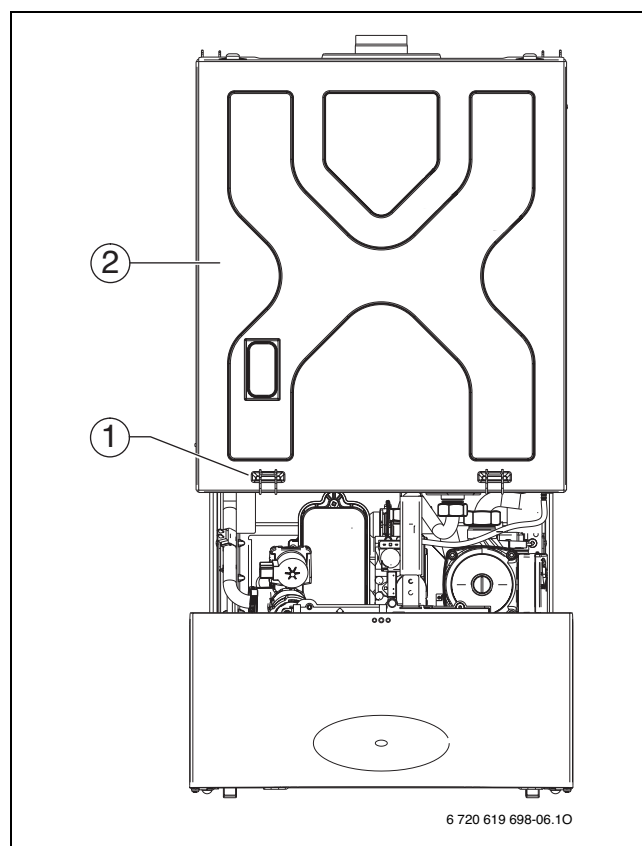

Fig. 47 Abrir la cámara de combustión
- Retirar las dos pinzas (1) y levantar la tapa de la caja de aire (2) hacia arriba (→ fig. 47).